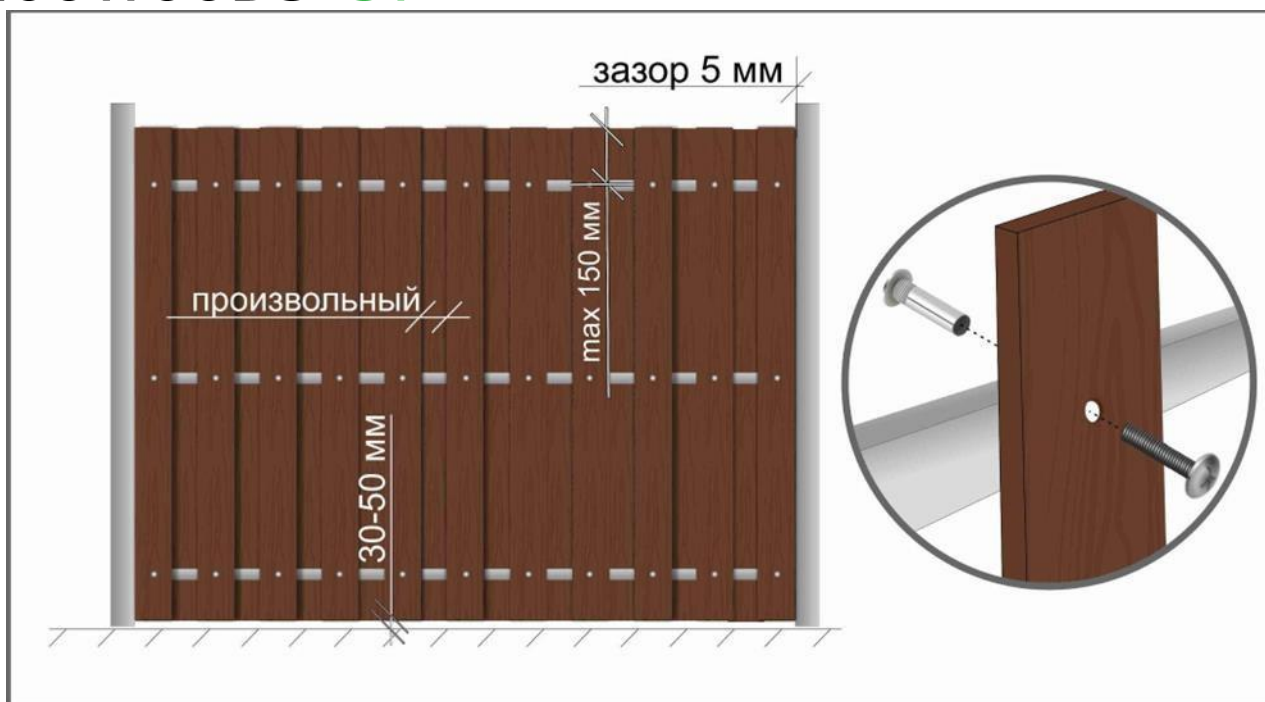

Рис. 6
- Расстояние от верхнего края заборной доски до точки крепления не более 10-15 см. (Рис. 6).